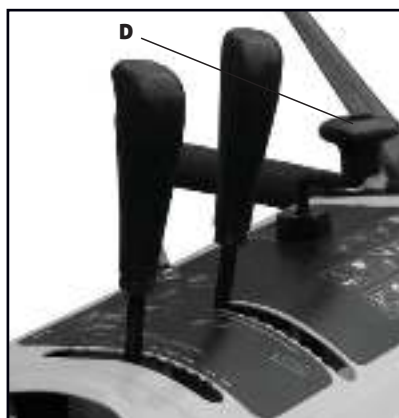
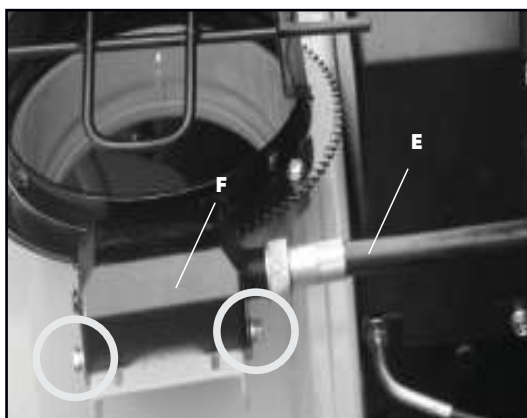

Рис. 5 (для модели S 7713-T)
Рис. 6 (для модели S 7713-T)
- На панели оператора проверьте соединение рукоятки вращения желоба **Д** (рис.5) с гибким валом **Е** (рис.6).
- Механизм поворота желоба **Ф** должен быть зафиксирован на корпусе машины (рис.6), а гибкий вал **Е** должен быть надежно соединён с механизмом поворота желоба **Ф** (рис.6) и рукояткой вращения желоба **Д** (рис.5).